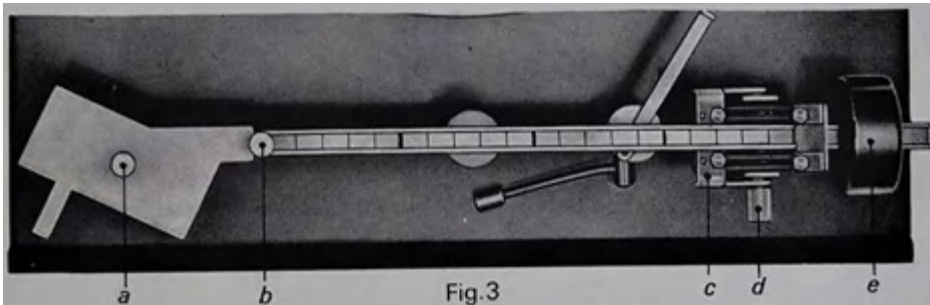

Fig. 3
2. Kontrollera att justervikten b) är placerad enl. fig. 3. Kontrollera att oket c) står i viloläge enl. fig.
6. Återställ justervikten b) på sin plats enl. fig. 3 och drag åt dess låsskruv.